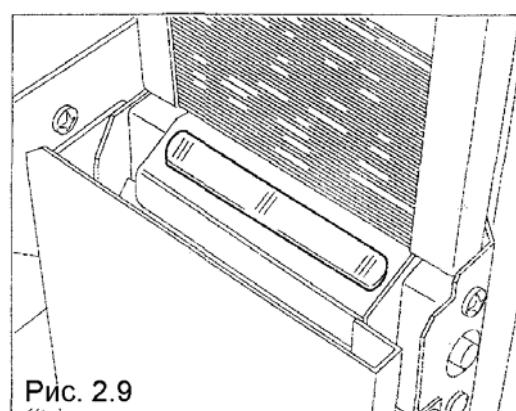

Рис. 2.9
- Редукторный двигатель, который приводит в действие устройство выбрасывания ложки, начинает работать и заставляет ложку падать в стаканчик (рис. 2.9).